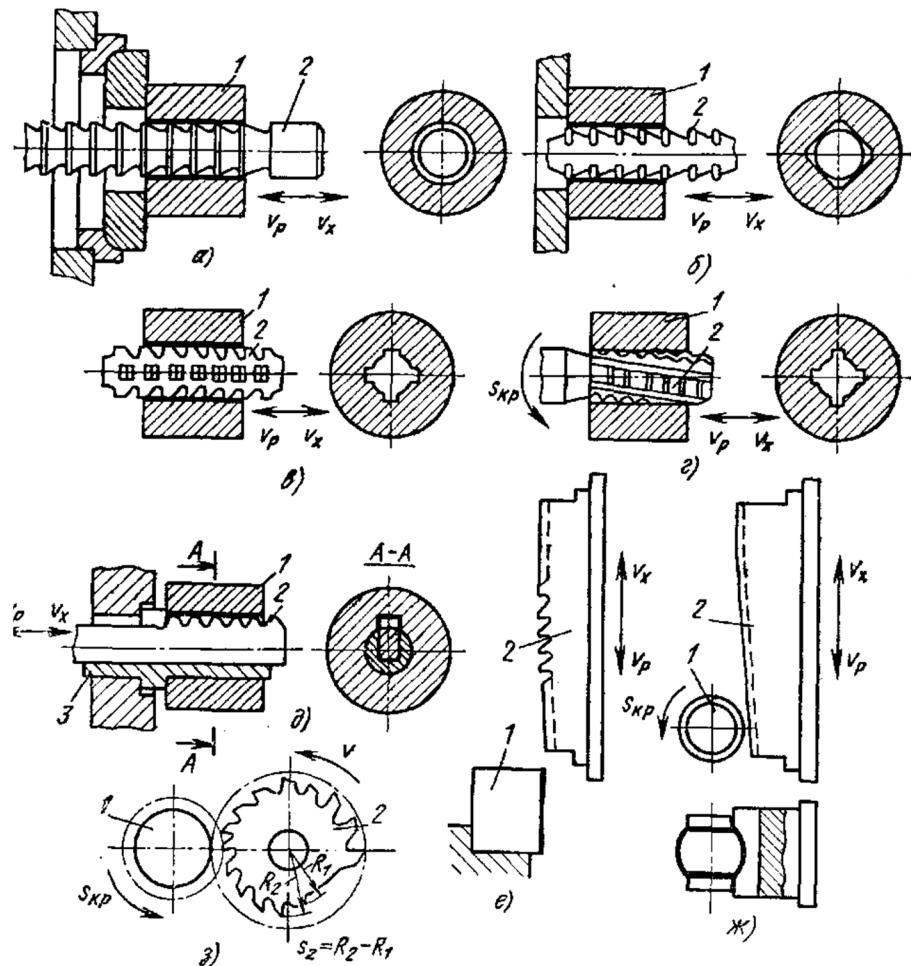

Рисунок 4 - Схемы обработки поверхностей заготовок на протяжных станках:
2. Составить конспект лекции. Обязательно изобразить рис.4,д – схема протягивания шпоночного паза
Треугольные, квадратные и др. отверстия протягивают многогранными протяжками. Исходной поверхностью для протягивания является круглое отверстие (рисунок 4, б).
На рис. 4, в приведена схема протягивания прямых шлицев. Винтовые шлицы протягивают протяжкой, режущие зубья которой расположены по винтовой линии (рис. 4, г).
Шпоночные и другие пазы протягивают протяжками, форма зубьев которых в поперечном сечении соответствует профилю протягиваемого паза. Шпоночные пазы протягивают плоской шпоночной протяжкой (рис. 4, д) с применением направляющей втулки 3.
Плоские и более сложные наружные поверхности протягивают плоскими протяжками прямого и фасонного профиля. На рис. 4, е приведена схема протягивания вертикальной плоскости.
На специальных протяжных станках можно обрабатывать наружные поверхности заготовок формы тел вращения плоскими (рис. 4, жс) и дисковыми (рис. 4, з) протяжками. В обоих случаях заготовке сообщают круговую подачу. Плоская протяжка имеет главное движение.